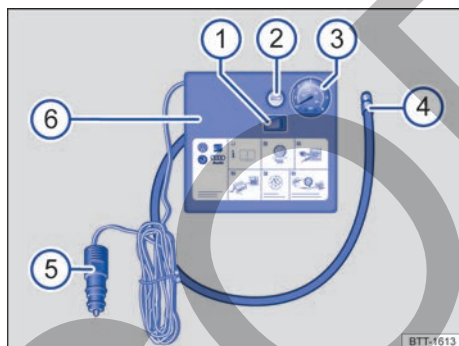

Fig. 185 Representación esquemática: compresor del kit reparapinchazos.
El compresor del kit reparapinchazos se compone de los siguientes elementos → fig. 185:
- Enrosque fijamente el tubo de inflado → fig. 185 ④ del compresor de aire en la válvula del neumático.
- Compruebe que el tornillo de descarga de aire → fig. 185 ② esté cerrado.
- Acople el conector de 12 voltios → fig. 185 ⑤ a una toma de corriente de 12 voltios del vehículo → pág. 174.
- Encienda el compresor de aire con el conmutador de encendido y apagado → fig. 185 ①.
- Deje el compresor en funcionamiento hasta alcanzar una presión de 2,0 a 2,5 bares (29-36 psi/200-250 kPa) →  **No lo deje funcionar más de 8 minutos** → ①.
- Vuelva a enroscar el tubo de inflado → fig. 185 ④ y compruebe la presión del neumático en el indicador ③.